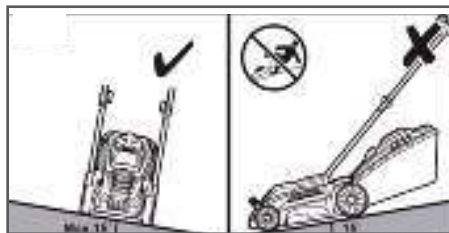

Рис. 12 Положение газонокосилки при кошении.
8. Запрещается работать газонокосилкой, если угол склона превышает  $15^\circ$  (Рис. 12).